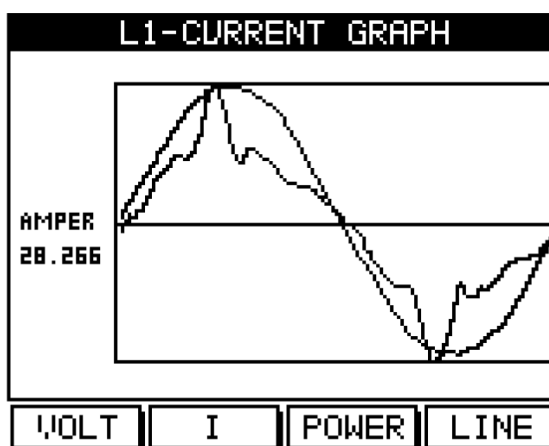

Рис. 5.13
1. Нажмите **I** («F2»). На дисплей будет выведен график формы тока (рис. 5.13):